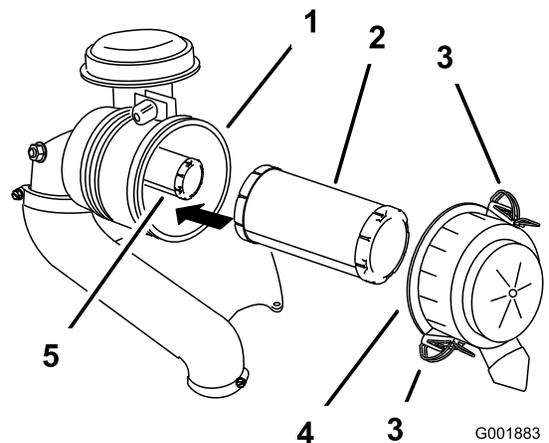

Figura 29
3. Abra los cierres del limpiador de aire y tire de la tapa de la entrada de aire para separarla del cuerpo del limpiador de aire (Figura 29).
- Extraiga con cuidado el filtro primario del cuerpo del limpiador de aire (Figura 29).
- Si va a cambiar el filtro de seguridad, deslícelo cuidadosamente en el cuerpo del filtro (Figura 29).
- Deslice cuidadosamente el filtro primario por encima del filtro de seguridad (Figura 29).
- Instale la tapa del limpiador de aire con el lado marcado **up** hacia arriba y fije los cierres (Figura 29).